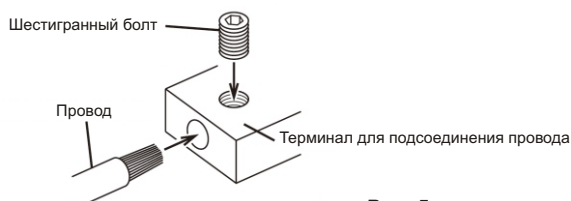

Рис. 5
3. Открутите болт, ввернутый в терминал. Вставьте оголенный конец провода в терминал. Надежно зафиксируйте провод в терминале, закрутив прилагаемый болт (Рис.5).